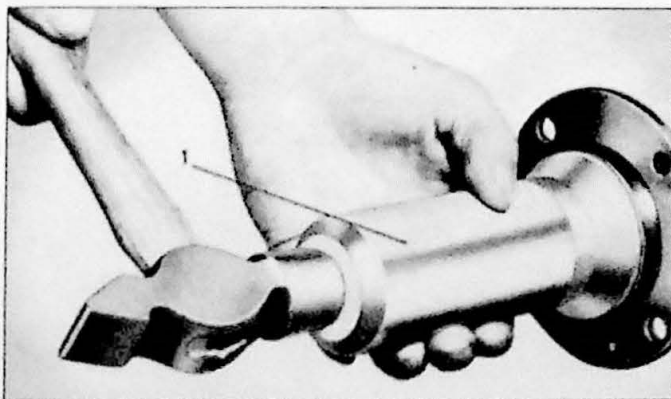

Fig. 9.14. Montage van de lagerring. 1. montagehuls SVO 2205
4. Pak het lager in met hoogwaardig vet. Na montage moet de gehele ruimte tussen de keerringen gevuld zijn met vet. Voer de aandrijfas in in het differentieelhuis. Monteer de buitenring van het lager met montagehuls SVO 2205 (Fig. 9.14).